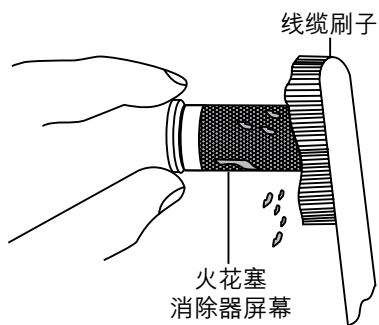

图46. 清洗火花消除器
4. 使用钢丝刷小心地清除火花消除器屏幕上（图46）的积碳。